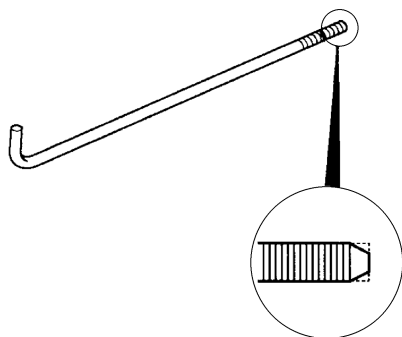

图 2-19 磨削蓄电池夹紧螺栓
11) 从蓄电池托盘上拆除一根蓄电池夹紧螺栓, 并将其末端磨成如图 2-19 所示的形状。